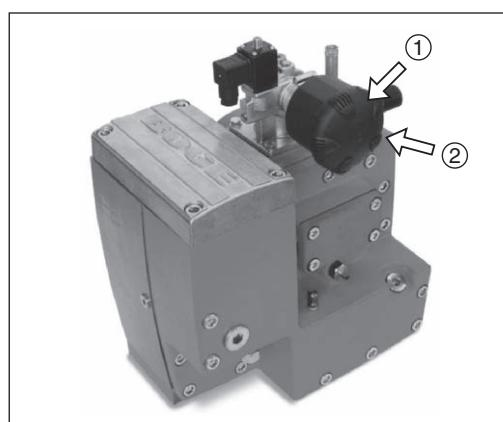

Fig. 4.2: Cambiar filtro de aspiración
- Retirar la tapa ① de la carcasa de filtro (ver fig. 4.2).
- Extraer el filtro insertado ② (ver fig. 4.2).